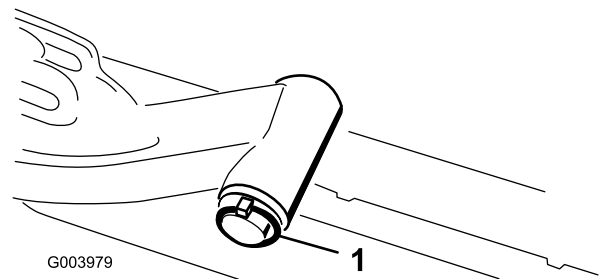

Figure 8
- A. Retirez la goupille à anneau et la rondelle qui fixent l'axe de pivot du bras de relevage au bras de relevage, et sortez l'axe de pivot du bras de relevage (Figure 8).
- C. Insérez l'axe du bras de relevage dans le bras de relevage et fixez-le à l'aide de la rondelle et de la goupille à anneau (Figure 8).